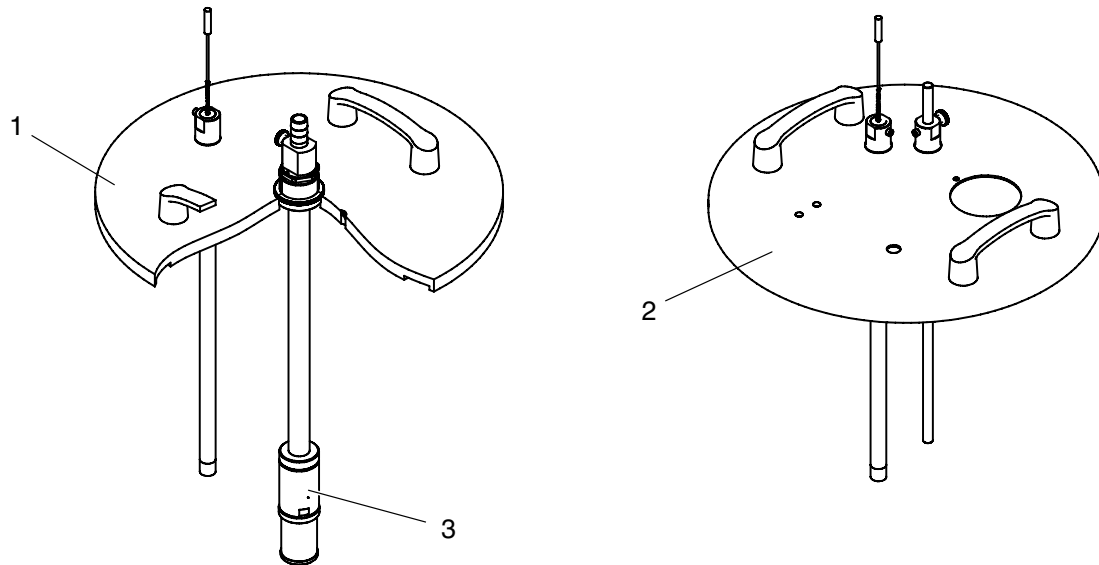

Fig. 8 Montage de la sonde et de la contre-électrode
1. Monter la sonde et le tube d'aspiration faisant office de contre-électrode dans couvercle de la pompe à piston LA 3XX (voir Fig. 8).